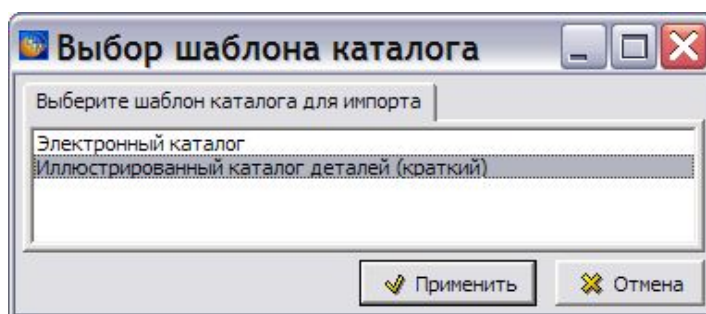

Рис. 8.111
2. Если в шаблоне проекта подготовлены несколько шаблонов электронных каталогов, то при импорте система предложит выбрать шаблон каталога (Рис. 8.111).